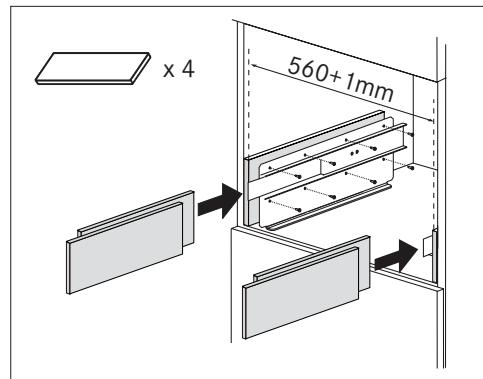

Fig. 7
- ▶ Si nécessaire, corrigez l'alignement de l'appareil en positionnant les entretoises fournies sous ou sur les côtés du support (Fig. 7).